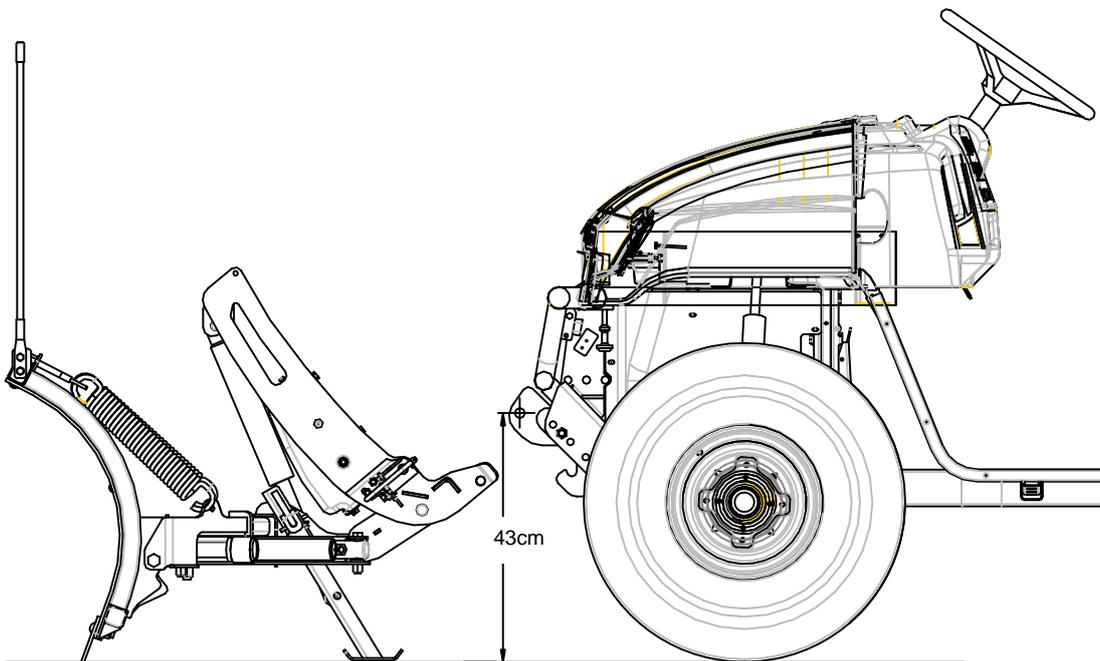

Bild 2
1. Richten Sie die Löcher des Unterfahrschutzes (75) mit den Löchern des Stoßfängers aus. Mit den (4) ½"-13 X 1-1/2" Sechskantschrauben (B) und den ½" selbstsichernden Muttern (E), befestigen Sie jetzt den Unterfahrschutz. Fingerfest anziehen.
2. Markieren Sie auf der Unterseite des Stoßfängers wo die zwei Löcher dess Unterfahrschutzes (75) liegen. Bauen Sie den Unterfahrschutz (75) wieder aus.
4. Richten Sie nun die zwei Löcher des Unterfahrschutzes (75) mit den Löchern im Stoßfänger aus. Mit den (6) ½"-13 x 1-1/2" Sechskantschrauben (B), den (2) 5/8"-11 x 1-1/2" Sechskantschrauben (A), den (6) ½"-13 selbstsichernden Muttern (E), und den (2) 5/8"-11 selbstsichernden Muttern (D), befestigen Sie den Unterfahrschutz (75) am Stoßfänger.
5. Mit den (4) ½"-13 X 1-1/2" Sechskantschrauben (B), den (4) ½"-13 selbstsichernden Muttern (E), den (6) 3/8"-16 X 1" Sechskantschrauben (C), und (6) 3/8"-16 selbstsichernden Muttern (F), befestigen Sie den Schubrahmen (62) zwischen die Montageplatten des Unterfahrschutzes (75).
NOTIZ: Die richtige Position des Schubalkens (62) liegt bei 43 cm vom Boden bis zur Lochmitte des Bolzen Loches am Schubrahmen (62) (Siehe Bild 2) für das Pflug System.